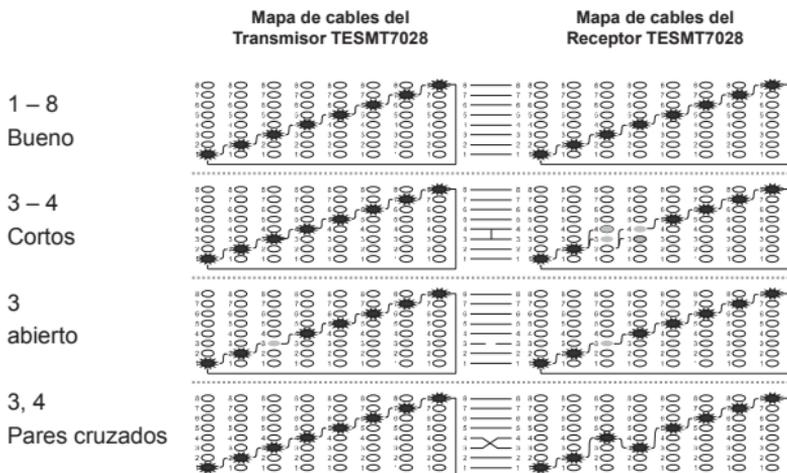

Ilustración 7, buen cableado, cortocircuitos, abiertos, pares cruzados
4. Puede utilizar el transmisor o receptor TESMT7028 para validar el mapa de cables mediante conectores RJ11 y RJ45. La función de mapeo de cables encuentra los principales fallos del cableado en los pares de cables torcidos: buenos, cortados, abiertos y pares cruzados como se muestra en la Ilustración 7.